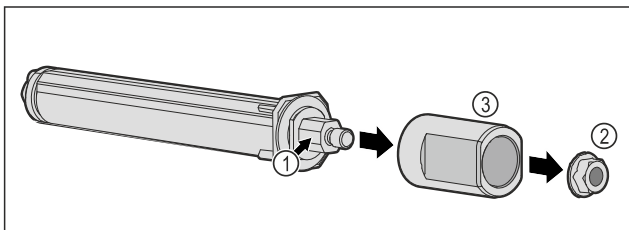

Fig. 58
- ▶ Ne rastavljajte sustav zatvaranja vrata Fig. 58 (1).
- ▶ Demontirajte maticu Fig. 58 (2).
- ▶ Skinite čahuru Fig. 58 (3).